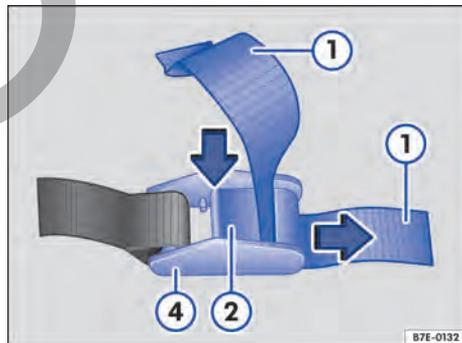

Fig. 128 Soltar la cinta con hebilla.
2. Presione la palanca → fig. 128 (2) y extraiga la cinta (1) de la hebilla (4).
- Introduzca la cinta → fig. 128 ① de atrás hacia delante entre la palanca ② y el puente ③.
- Apriete la cinta → fig. 128 ① y suelte la palanca ②.